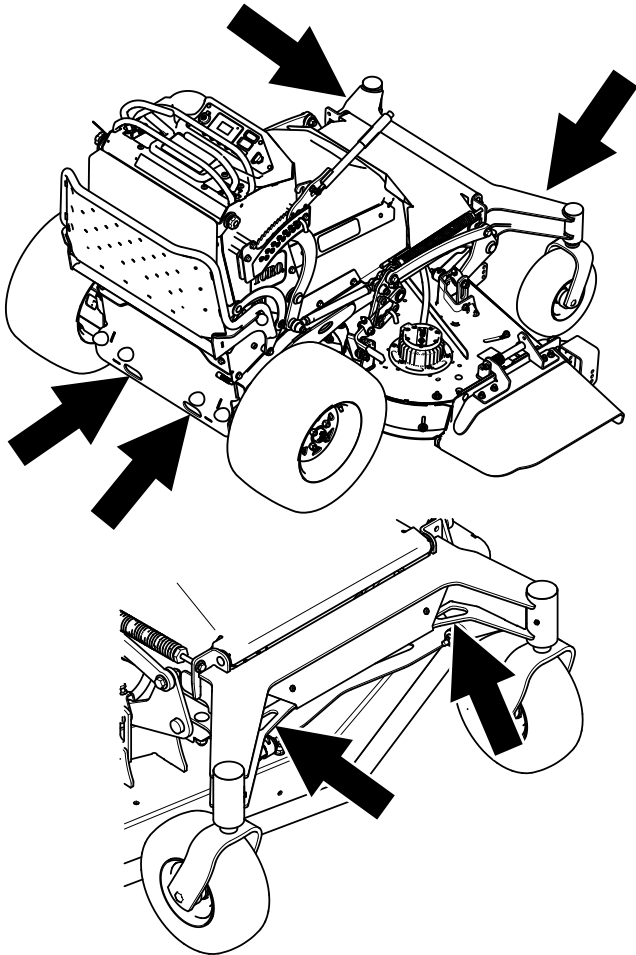

Figura 39
7. Ancorate la macchina accanto alle ruote orientabili anteriori o ai fori anteriori del telaio e ai fori del paraurti posteriore con cinghie, catene, cavi o corde (Figura 39). Fate riferimento ai regolamenti locali per i requisiti di ancoraggio.